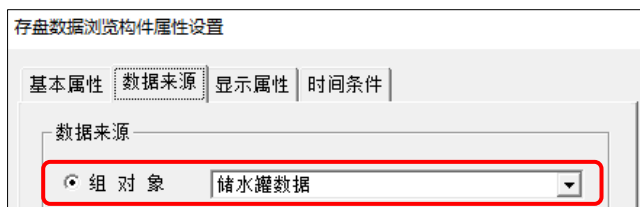

图 5.2-16 选择数据来源
- ③ 构件外观设置：双击上图绘制的存盘构件，在其“基本属性”页设置构件的外观显示属性。
- ④ 选择数据来源：进入其“数据来源”页，选择想要显示的变量所在的组对象，如图 5.2-16 所示，数据来源选择“组对象”→“储水罐数据”。